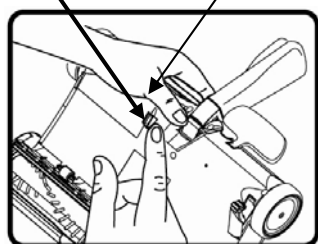
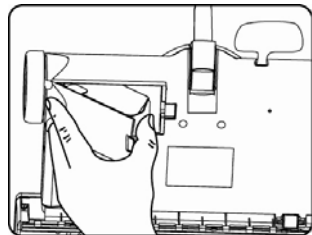

Fig. 3
Fig. 4
3. Presione la traba y levante la tapa del compartimiento de la batería. (Fig. 3 y Fig. 4)